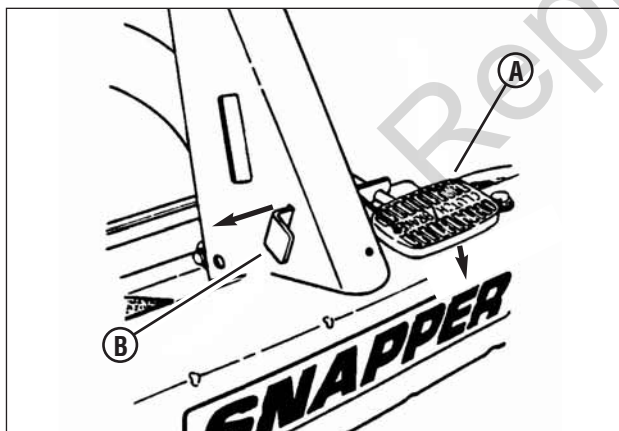

Figura 17: Soltando o freio de estacionamento
2. Solte o freio de estacionamento pressionando firmemente para baixo o pedal da embreagem/freio (A, Figura 17). A trava do freio de estacionamento (B) é acionada por mola, e volta para a posição desativada sem auxílio.